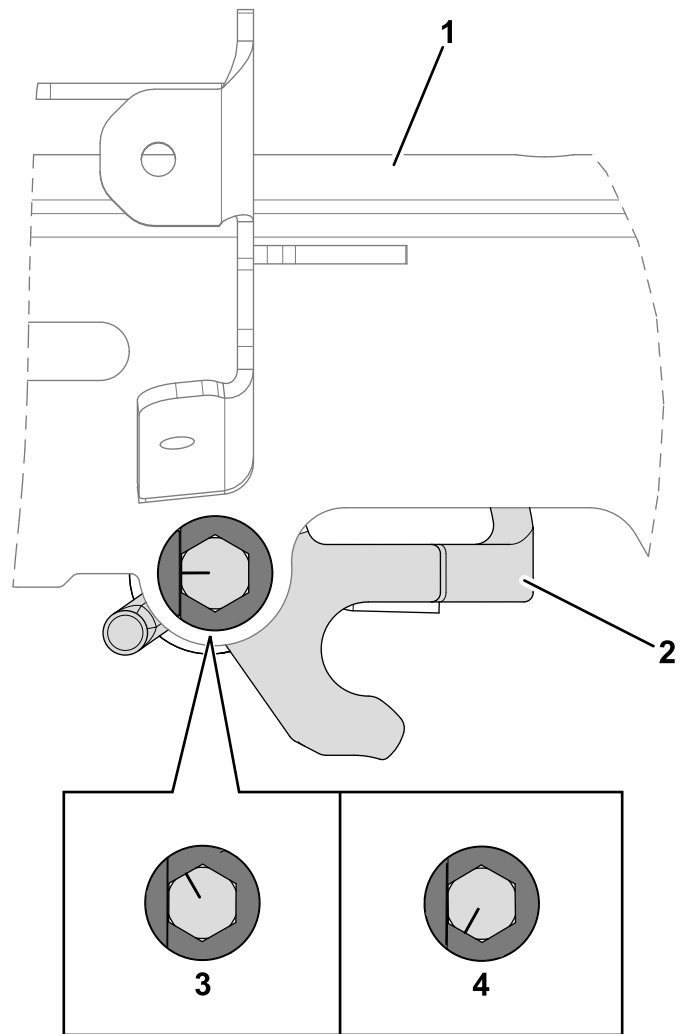

Figura 8
2. Rode o parafuso no sentido dos ponteiros do relógio ou sentido contrário para ajustar o ângulo do ajustador da altura da pega. O ajustador da altura da pega deve estar paralelo à soldadura do recetor superior, como se mostra em Figura 8.